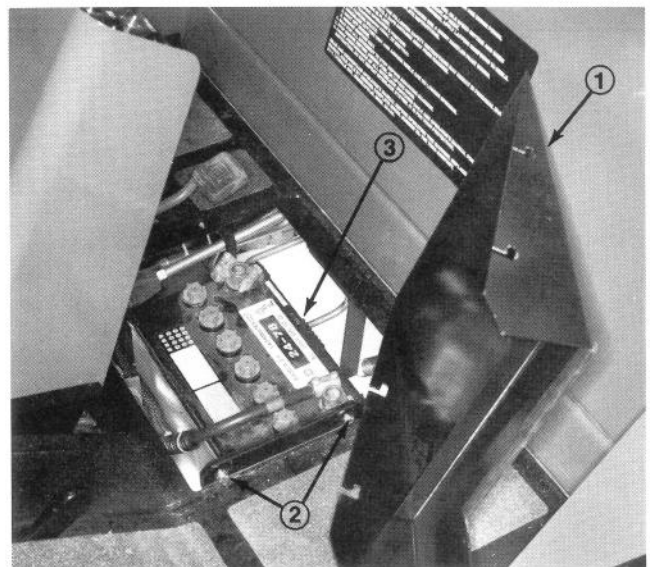

Bild 41
1. Die Sechskantschrauben lösen, mit denen die Batterieabdeckung gesichert wird (Bild 41).